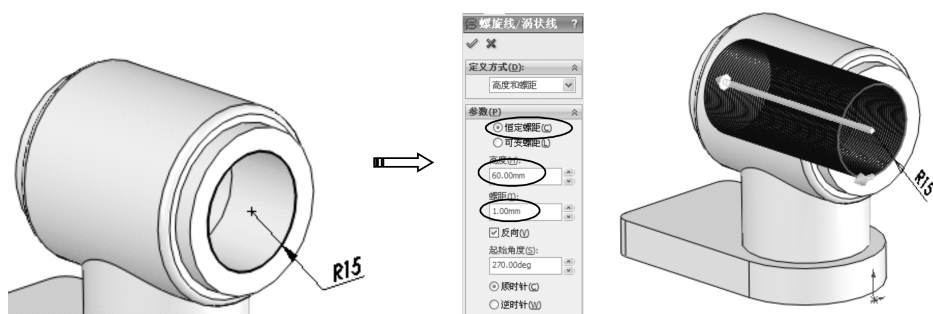

图 1-84 创建螺旋线
- 12 在菜单栏中执行【插入】|【曲线】|【螺旋线/涡状线】命令，弹出【螺旋线/涡状线】属性面板，然后按如图1-84所示进行设置并创建出螺旋线。